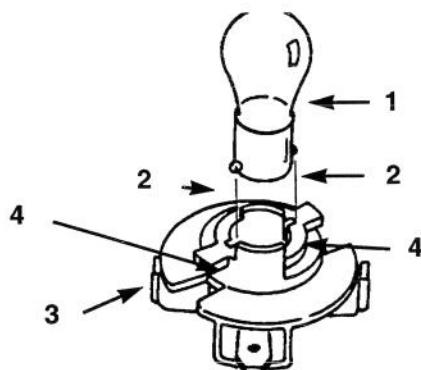

Figure 34
4. Appuyer sur l'ampoule et la tourner dans le sens anti-horaire jusqu'à ce qu'elle s'arrête (approx.  $\frac{1}{4}$  de tour) et la déposer du porte-ampoule (Fig. 34).
1. La base de l'ampoule est munie d'ergots métalliques. Aligner les ergots avec les encoches du porte-ampoule et installer la base dans le porte-ampoule (Fig. 34). Pousser sur l'ampoule et la tourner dans le sens horaire jusqu'à ce qu'elle s'arrête.